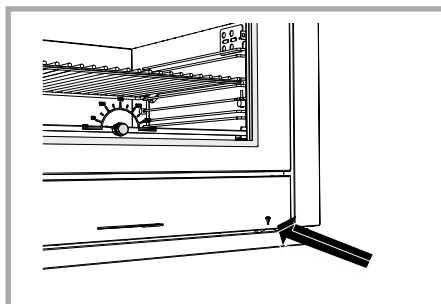

Figura 30 - Interruttore per l'illuminazione del forno (serie ML).
- MZ l'interruttore di accensione si trova estraendo la cassa porta legna su uno dei montanti laterali, mentre nelle cucine serie ML si trova nella posizione indicata in figura 30.